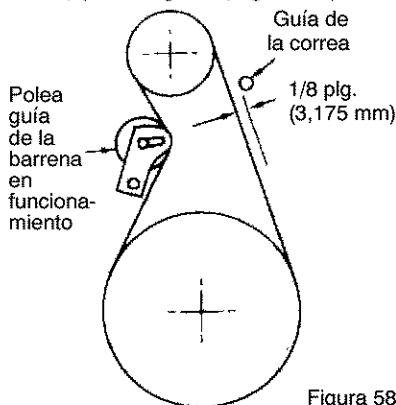

Figura 58
3. Mida la distancia entre la guía de la correa y la correa. La distancia debe ser de 1/8 de pulgada (3,175 mm) para la guía. (Figura 58).